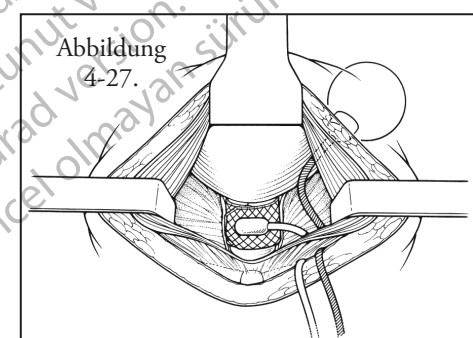

Abbildung 4-27.
9. Ballon- und Manschetten Schlauch in den Leistenbereich verlegen (**Abbildung 4-27**).